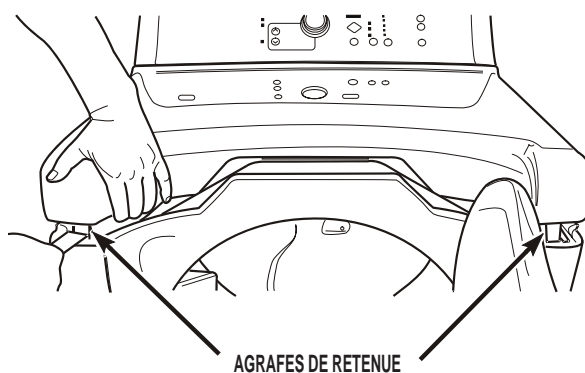

FIGURE 1
5. Soulever la table de la sècheuse. Utiliser un couteau pour dégager les agrafes (exercer une pression contre les agrafes de gauche et de droite) et les séparer de la table de la sècheuse. Incliner doucement la table de la sècheuse vers le mur; veiller à ne pas détériorer la table de la sècheuse ou le mur. Voir *Figure 1*.